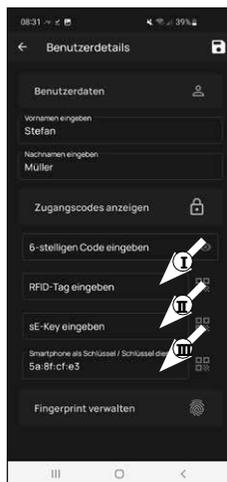

Fig. 4
Neste ponto, você pode armazenar uma chave remota ENTRY sE-Key 7713 (opcionalmente disponível) (II) (fig. 4). As instruções de configuração encontram-se nas instruções da chave remota.
Indicação: A abertura da fechadura via smartphone foi armazenada automaticamente no perfil de utilizador do administrador (III) (fig. 4). Para utilizadores adicionais, é possível armazenar outro smartphone como chave eletrônica neste campo.